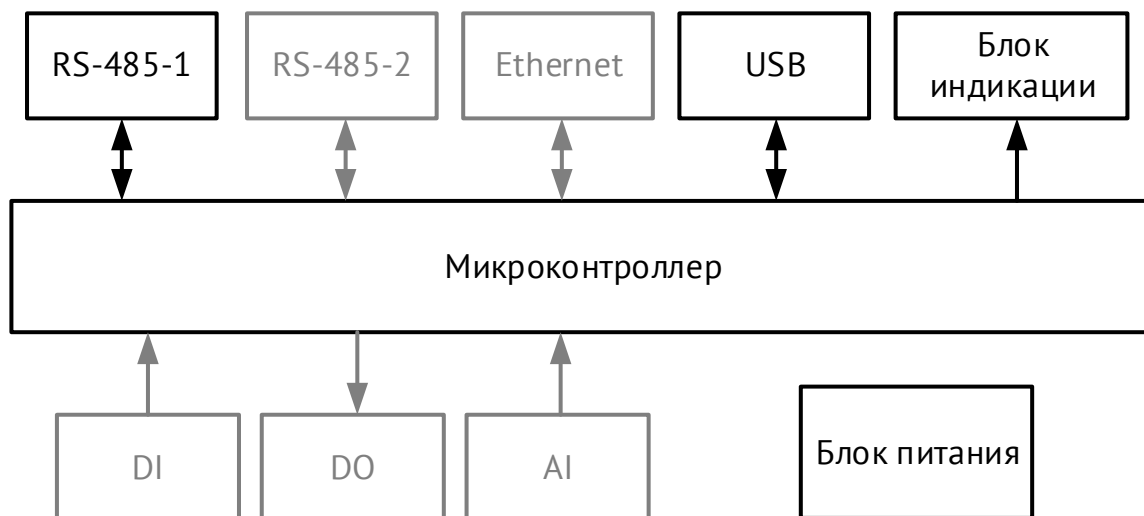

Рисунок 3.1. Структурная схема ЭНМВ-1. Серым обозначены блоки, наличие которых зависит от модификации устройства.
3.1.1 Общая структурная схема представлена на рис. 3.1